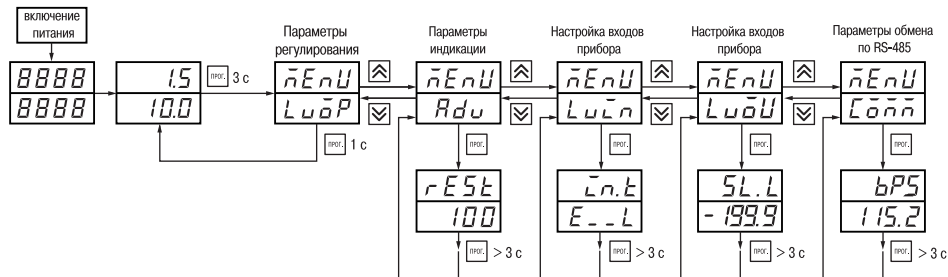

Рис. 22
7.1.2. Основные параметры прибора TPM201 объединены в 5 групп **LuoP**, **Adu**, **LuLn**, **LuoU** и **Loññ**, составляющие меню прибора (рис. 22). Полный список программируемых параметров приведен в Прил. Б.